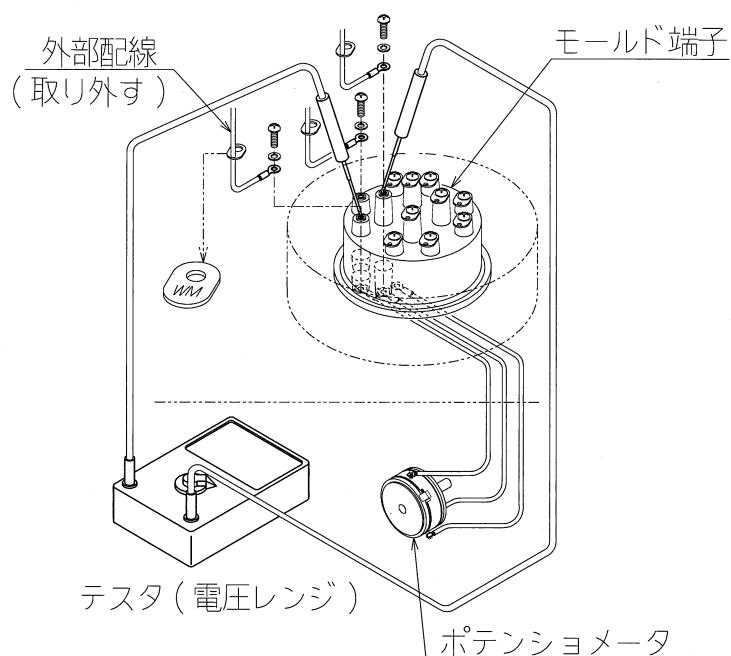

図8：ポテンショメータの点検
(1) ポテンショメータの点検方法（図8参照）
- ①コントロールモータを電動動作で全閉位置とし電源を遮断します。
- ②端子箱カバーを外し、端子BM, RM, WMに接続されている外部配線を解線します。
③ポテンショメータのWM端子に（-）、BM端子に（+）とし、DC 5 Vを印加してください。